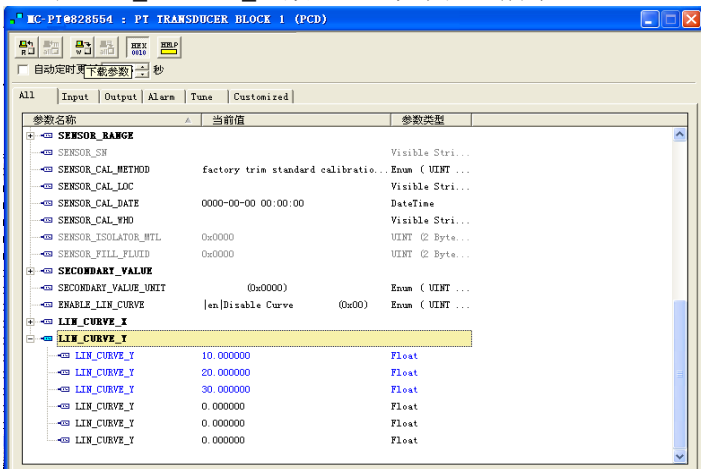

图 6.4 LIN_CURVE_Y 的配置
- 1) 智能变送器提供 6 个校正点输入，即变换块的参数 LIN_CURVE_Y 数组，用户可以依次将要校准的压力值写入数组并选择好单位。例如，在进行三点插值校准时，用户选择 10 kPa，20 kPa，30 kPa 作为校准点，将这三个值依次写在 LIN_CURVE_Y 数组里，如图 6.4 所示。